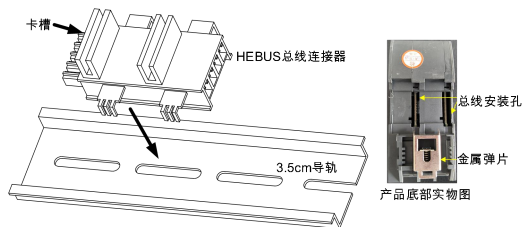
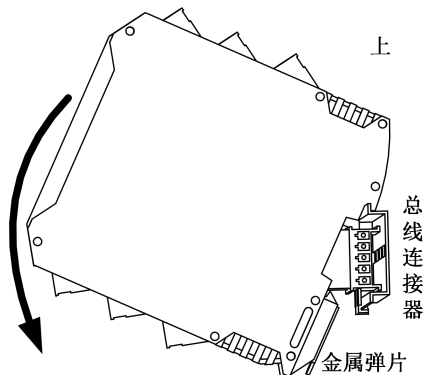

图 2.1.1 总线连接器安装图
图 2.1.2 产品安装图
安装步骤如图 2.1.1 和图 2.1.2 所示。
(1) 将总线连接器固定在 3.5cm 导轨上。
(2) 将产品的总线安装孔对准总线连接器的卡槽，定位孔位置正确。下端翘起，上端卡在导轨上。
(3) 沿图 2.1.2 所示的箭头方向按下，至底部下端金属弹片卡在导轨下端，总线连接器插入到总线安装孔内，与线路板中的 HEBUS 总线接口可靠连接。